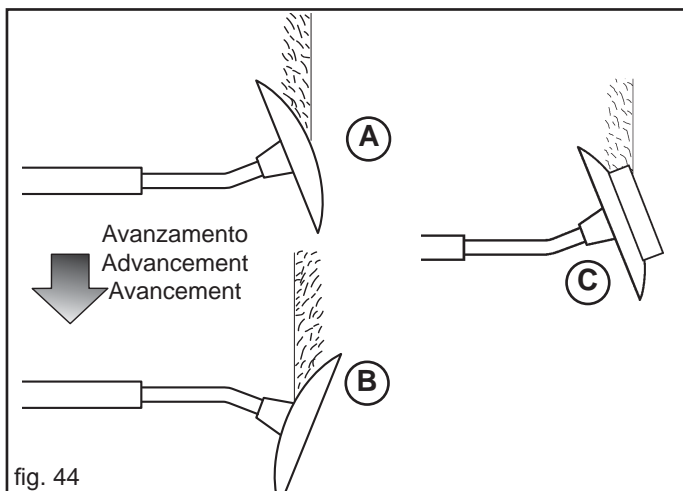

fig. 44
In presenza di terreni normali la posizione corretta di lavoro del disco è quella indicata dalla Fig. 44 rif. (A); per terreni forti rovesciarlo come da rif. (B) Fig. 44. **Il disco segnafile può essere dotato di limitatore di profondità (C, Fig. 44), particolarmente adatto per terreni soffici, al fine di salvaguardare l'integrità del segnafile stesso.**